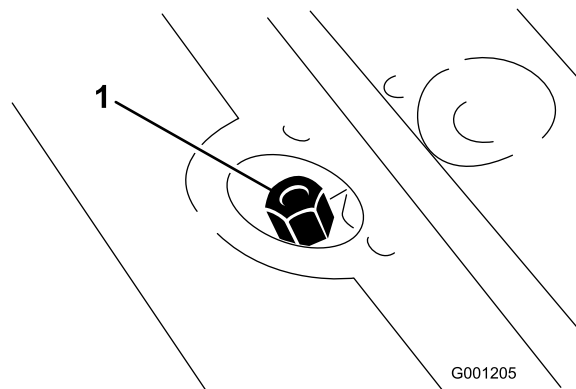

Figure 25
2. Dévissez le bouchon-jauge (Figure 25) du goulot de remplissage et essuyez-le sur un chiffon propre. Revissez la jauge à la main dans le goulot de remplissage, puis sortez-la de nouveau pour vérifier le niveau de liquide. Si le niveau est à plus de 13 mm de la rainure de la jauge, ajoutez suffisamment d'huile pour atteindre la rainure. Ne remplissez pas excessivement.